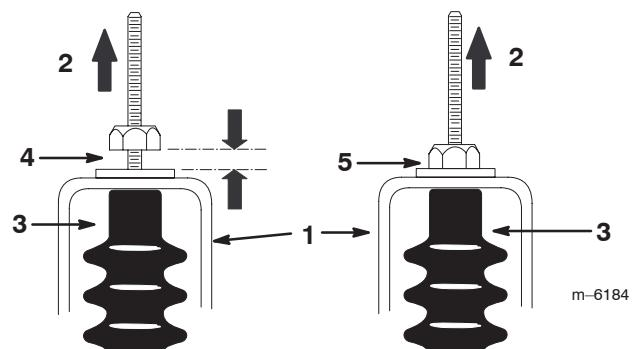

Bild 26
5. Ziehen Sie jeden Schaltzug nach oben, um sicherzustellen, dass zwischen der Mutter/Scheibe und der Neutralhalterung kein Abstand besteht (Bild 26). Ziehen Sie die Mutter fest, wenn ein Abstand besteht.